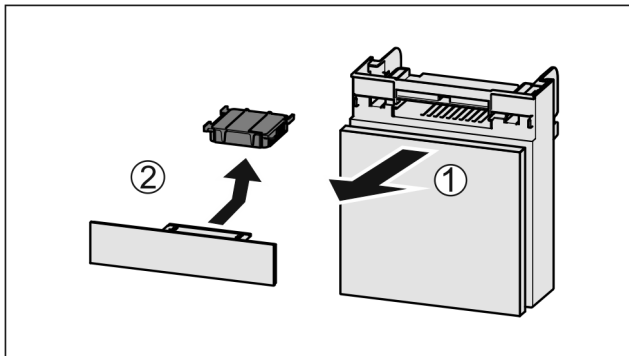

Fig. 39
- ▶ Estrarre il vano tirando in avanti Fig. 39 (1).
- ▶ Rimuovere il filtro a carboni attivi Fig. 39 (2).